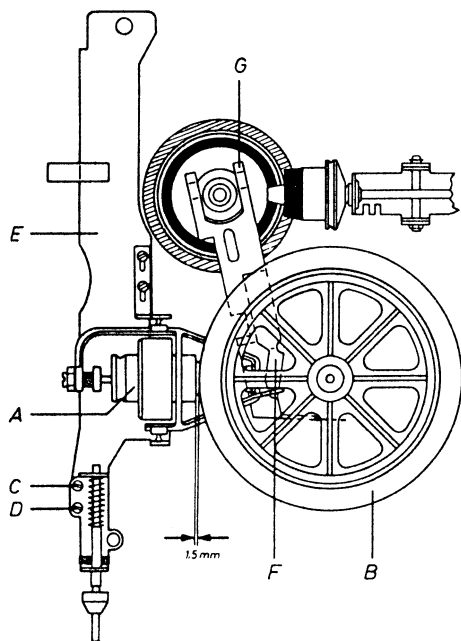

Fig. 11
2.81 Check (see Fig. 11)
2.82 Adjustment (see Fig. 11)
2.81 Contrôle (voir fig. 11)
2.82 Réglage (voir fig. 11)
2.81 Verificación (véase fig. 11)
2.82 Ajuste (véase fig. 11)